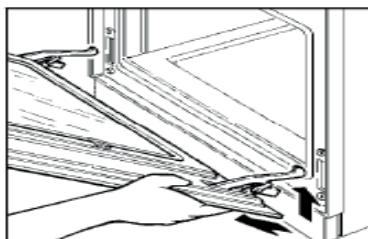

Fig. 14
- Lekko podnieść i wyjąć drzwi (rys. 14)